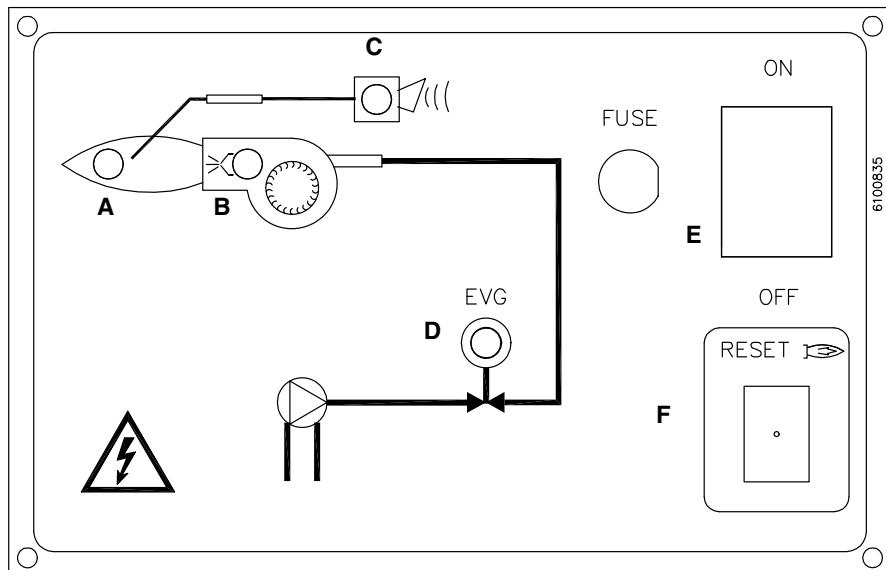
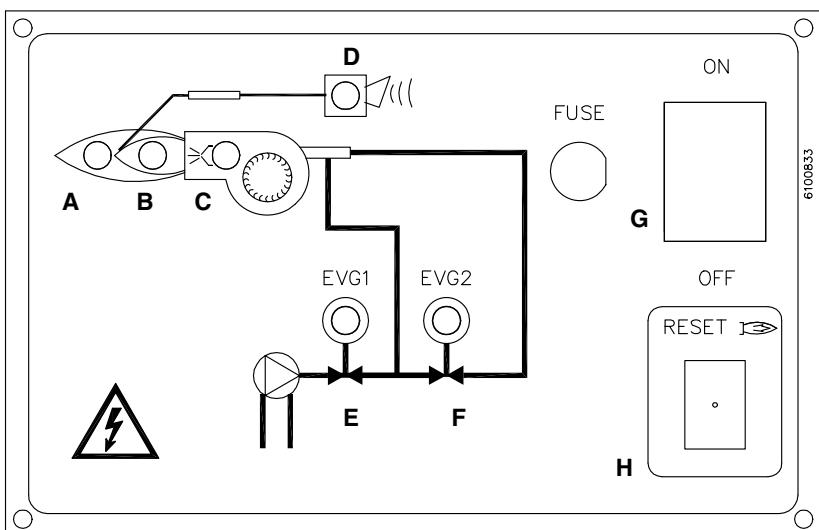

Рис. 20 - Одноступенчатые горелки
Рис. 21 - Двухступенчатые горелки
- запустить горелку с помощью выключателя, находящегося на контрольной панели (переключить на **ON** - Рис. 20) и серии термостатов/реле давления;
- 3 запустить горелку с помощью выключателя, находящегося на контрольной панели (переключить на **ON** - Рис. 20) и серию терmostатов/реле давления;
- 5 выпустить воздух через штуцер манометра **M** насоса, расслабив слегка заглушку, но не снимая ее (Рис. 20).
- Убедиться в том, что электронный блок не заблокирован, при необходимости разблокировать его, нажатием на кнопку сброса блокировки (F на Рис. 20), расположенной на панели щита управления горелки.
- Убедиться в том, что электронный блок не заблокирован, при необходимости разблокировать его, нажатием на кнопку сброса блокировки (F на Рис. 20 и H на Рис. 21), расположенной на панели щита управления горелки.